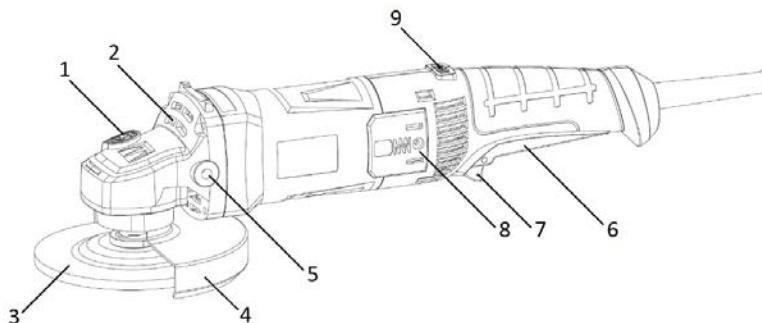

Рисунок 1
2.2.1 Конструкція виробу складається з одноступеневого редуктора з конічними шестернями в металевому корпусі (2), який приєднаний до пластикового несучого корпусу з колекторним двигуном змінного 1-фазного струму, перемикачем (6), мережевим шнуром живлення згідно з рис.1. Вихідний вал редуктора розташований перпендикулярно вісі двигуна і є робочим шпинделем для приєднання змінних насадок (абразивних дисків) (3) з фіксацією затискою гайкою або накрученими на шпиндель. На металевому корпусі (2) виконані нарізні монтажні отвори (5) для встановлення передньої рукоятки у 3-х позиціях, та хомутовим з'єднанням закріплений захисний кожух (4) з можливістю фіксованого позиціонування по колу. Для фіксації шпинделя під час зміни дисків (3) в корпусі редуктора (2) передбачений кнопковий фіксатор (1). Електрична частина виробу складається з колекторного однофазного електродвигуна змінного струму, вимикача електроструму, регулятора швидкості, з'єднувальних проводів і мережевого шнура. Захист від ураження електричним струмом користувача у виробу відповідає класу II за ДСТУ EN 61140:2015.